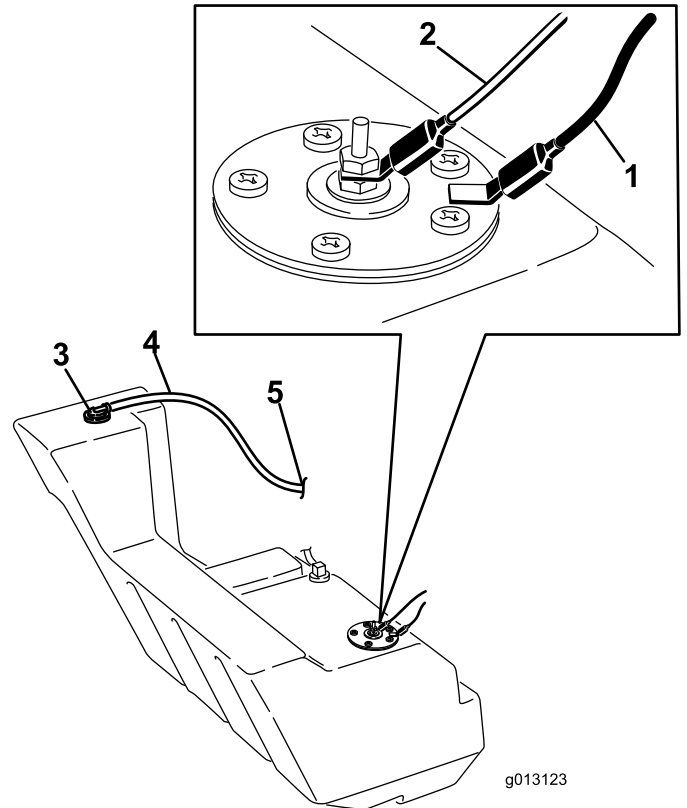

Figura 72
- Desconecte los 2 cables que se dirigen al lado derecho del depósito (Figura 72).
21. En el lado derecho del depósito, conecte el cable naranja al borne central y el cable negro al borne exterior (Figura 72).